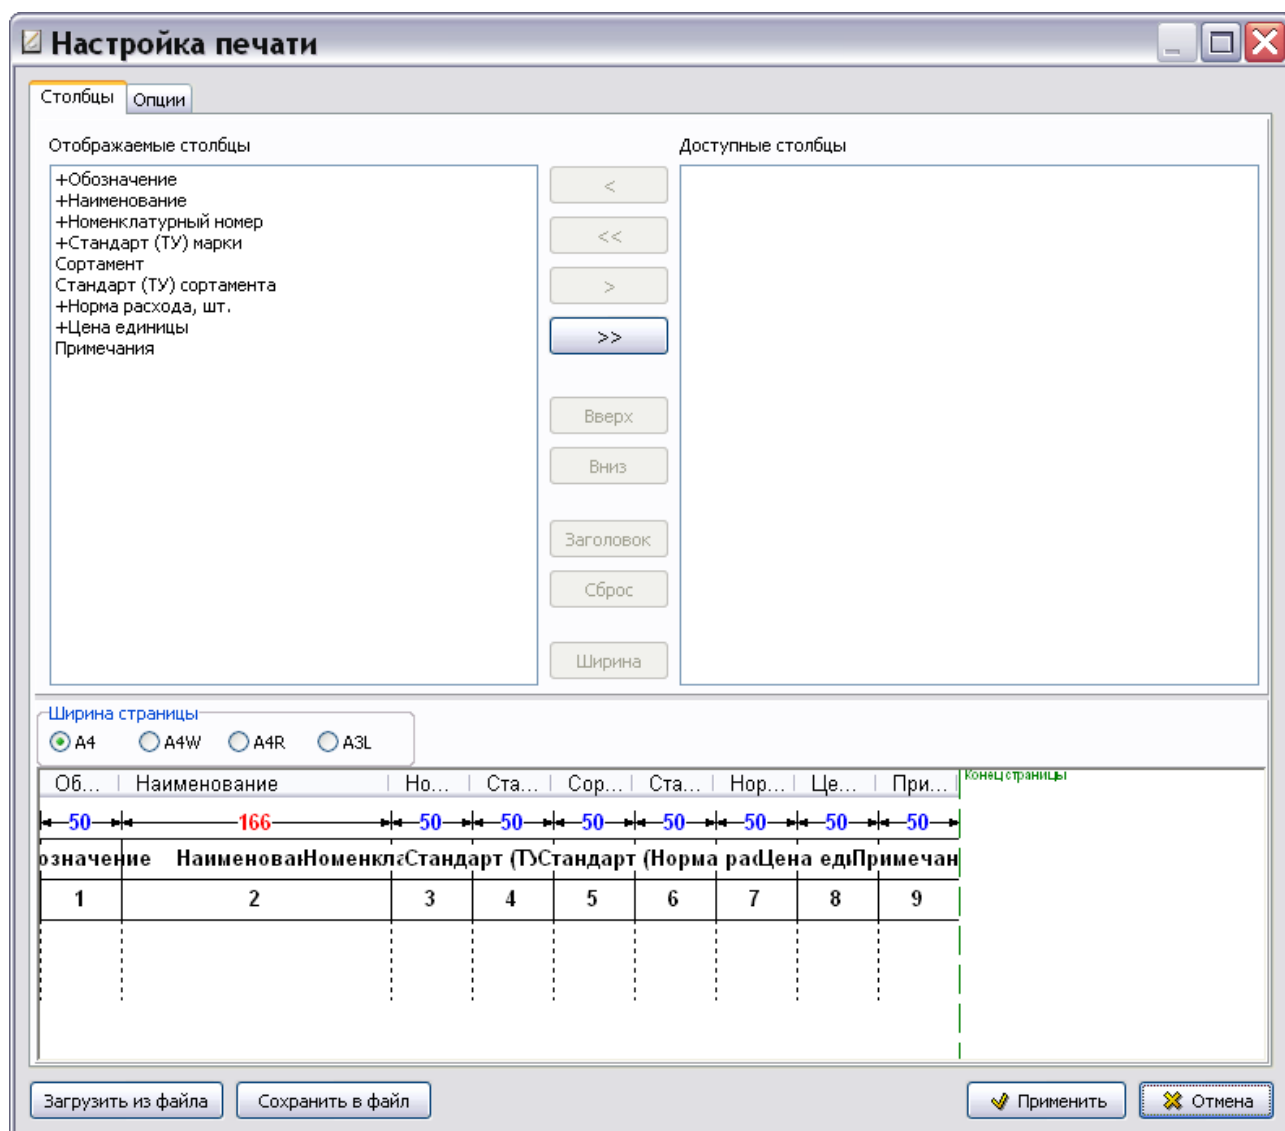

Рис. 3.67
5. Нажмите на кнопку . После этого откроется окно **Настройка печати** (Рис. 3.67).